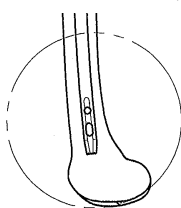

図5
- 1) 側面像でネールの遠位スクリーンホールが真円に投影される様、透視装置の向きを調節します。(図5)